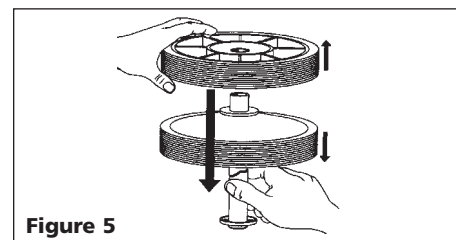

Figure 5
4. Mettre les deux roues sur l'arbre, côtés solides ensemble (Figure 5).